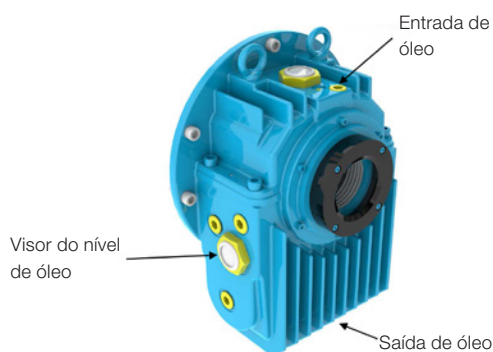

Figura 50 - Mancal de deslizamento.
- Drenar o óleo através do dreno localizado na parte inferior da carcaça do mancal (ver Figura 50).